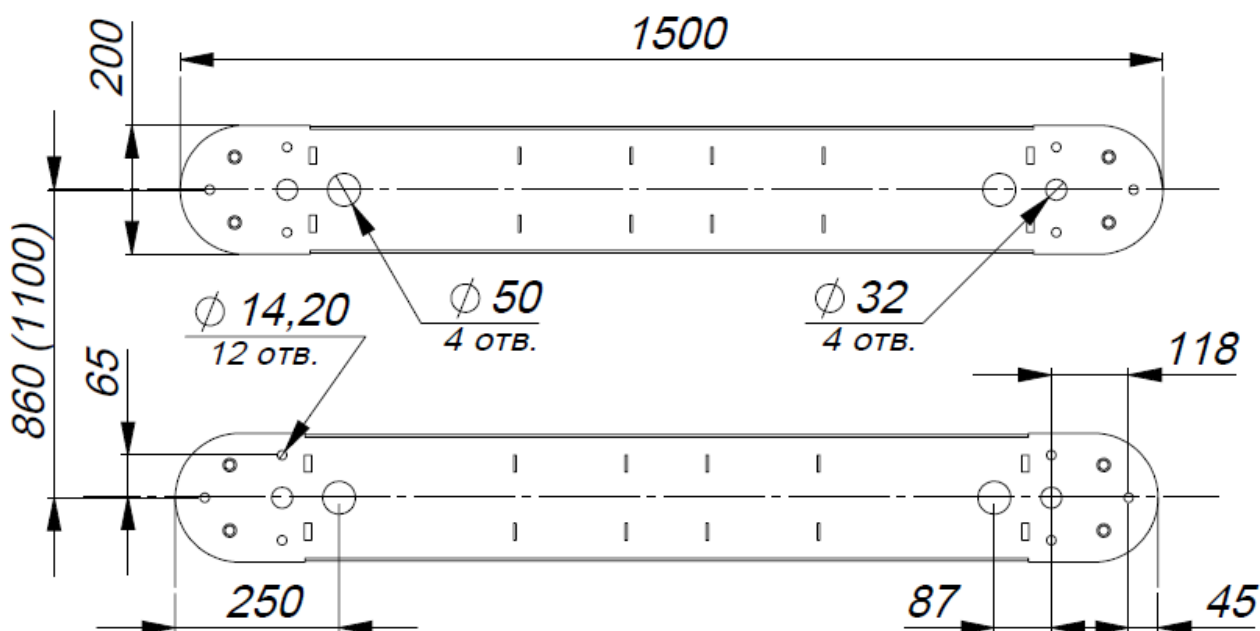

Рис. 4. Установочные размеры при ширине прохода 660 (900) мм
4.2.4. Подводка кабелей производится через отверстия диаметром 50 мм (рис. 4) в нижних плитах модулей.